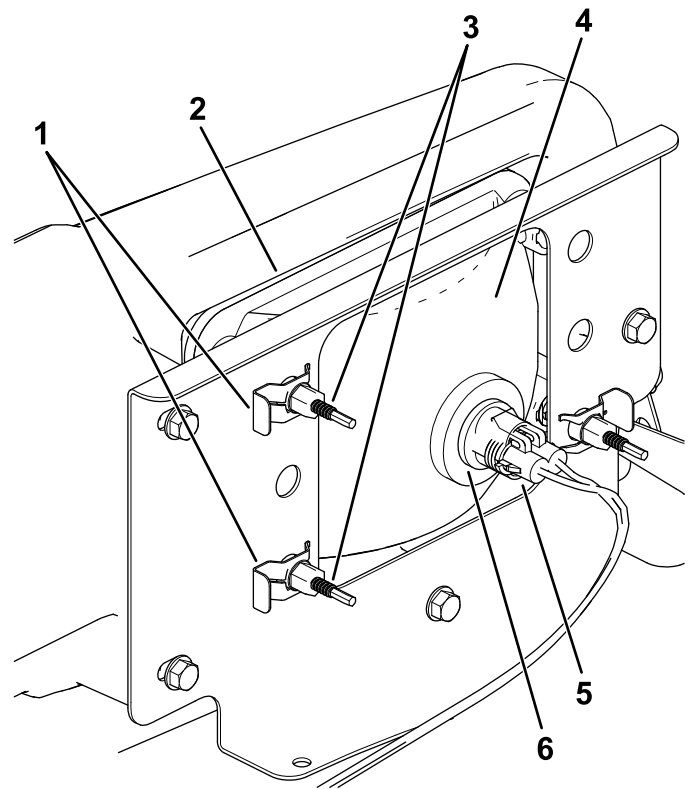

Bild 40
3. Schließen Sie den elektrischen Anschluss für den Kabelbaum vom Lampenanschluss ab (Bild 40).
4. Entfernen Sie die Schellen, mit denen der Scheinwerfer an der Scheinwerferhalterung befestigt ist (Bild 40).
5. Schieben Sie den Scheinwerfer nach vorne durch die Öffnung in der vorderen Stoßstange und entfernen Sie ihn (Bild 40).
6. Setzen Sie den neuen Scheinwerfer durch die Öffnung in der Stoßstange ein (Bild 40).
8. Schließen Sie den elektrischen Anschluss für den Kabelbaum am Lampenanschluss an (Bild 40).
5. Drehen Sie die Einstellschrauben an der Rückseite des Scheinwerfers (Bild 40), um den Scheinwerfer zu drehen und den Scheinwerferstrahl einzustellen.